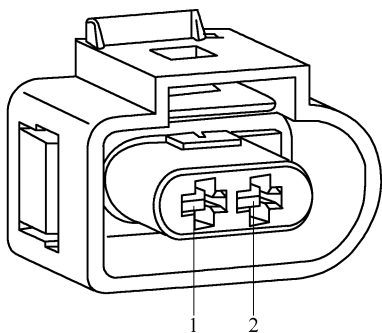

图 9-2-23 冷却液温度传感器 G62 上 2 芯插接器的布置
2. 冷却液温度传感器 G62 上 2 芯插接器的布置 (见图 9-2-23)